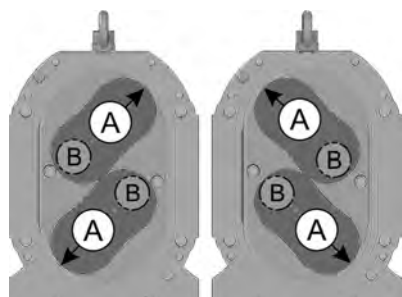

Figure 6.3.4-3
- Amenez les lobes de type C dans l'une des deux positions représentées (fig. 6.3.4-3).